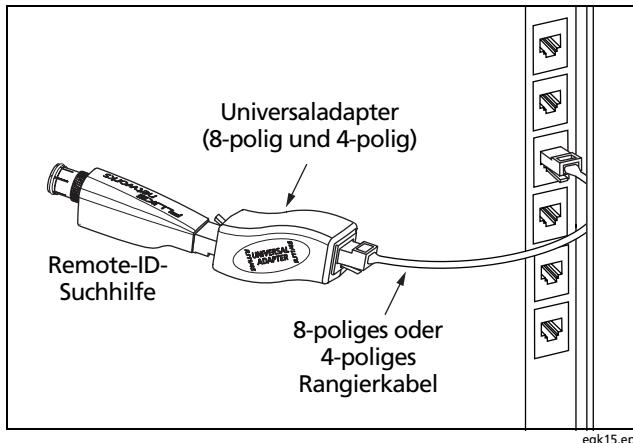

Abbildung 4. Anschließen einer Remote-ID-Suchhilfe an einen modularen Stecker in einem geschlossenen Bereich oder an einen RJ11-Stecker
Um eine Remote-ID-Suchhilfe an einen modularen Stecker (RJ) in einem geschlossenen Bereich oder einen 4-poligen modularen Stecker (RJ11) anzuschließen, den optionalen Universaladapter und ein Rangierkabel verwenden, siehe Seite Abbildung 4.